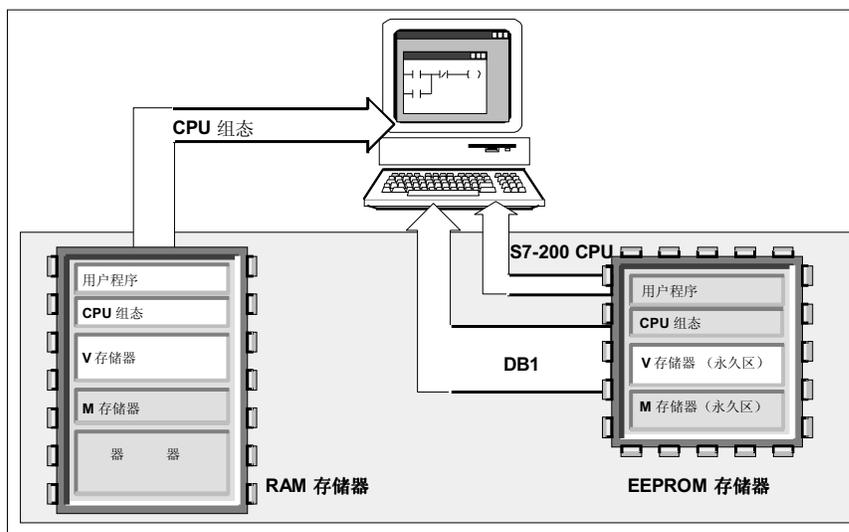

图 5-13 上装程序元素
当从 CPU 上装一个程序时，如图 5-13 所示，用户程序及 CPU 配置从 RAM 中上装到个人计算机 (PC)。当上装数据块时，存于 EEPROM 中的永久数据块将同存于 RAM 中剩下的数据块 (如果有的话) 合并，然后把完整的数据块传到个人计算机 (PC) 上。